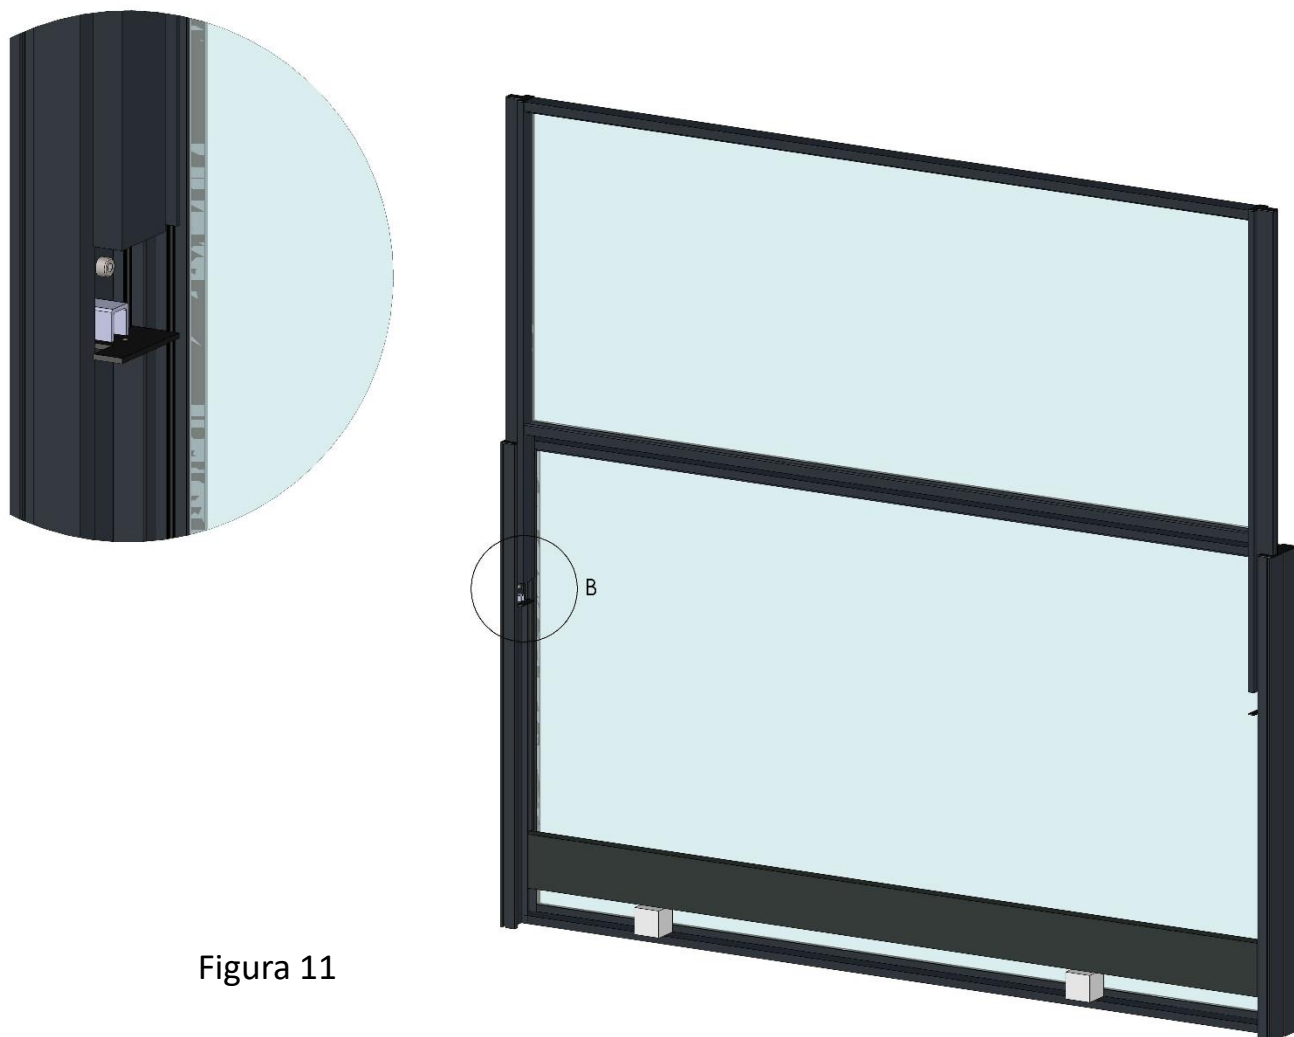

Figura 11
- Tanto la tapa como el refuerzo deben de encajar correctamente con el Panel Móvil (Figura 11).